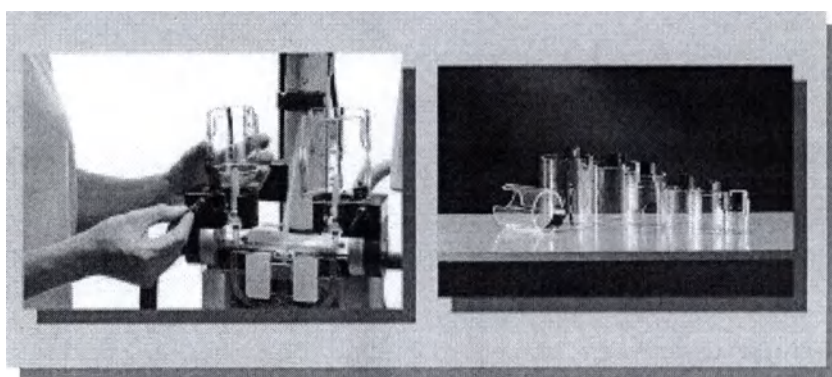

Рис. 5-11 Замена направляющих труб
Установить трубку в поворотный держатель трубок (Рис. 5-11).
- Трубки пациента зажимать над сливной емкостью ближе к порту Luer-Lock 2, так, чтобы конец трубки со стороны пациента (Luer-Lock 2) не контактировал со сливной емкостью (ср. Рис. 5-11).
- Трубки пациента закрепить над сливной емкостью ближе к порту Luer-Lock 2, так как они из-за нахождения в упаковке имеют изогнутую форму и могут в противном случае пройти мимо сливной емкости (ср. Рис. 5-11).
Снять защитный колпачок 2 (Рис. 5-10, № 4), конец трубки со стороны пациента закрепить над сливной емкостью, так, чтобы порт Luer-Lock 2 (Рис. 5-10, № 3) сидел плотно под держателем и конец трубки не касался сливной емкости (Рис. 5-11).